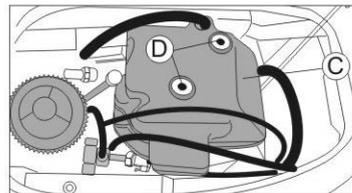

Fig. 33
- Rimuovere il coperchio "C" dopo aver svitato i 2 bulloni flangiati "D" (Fig. 33).